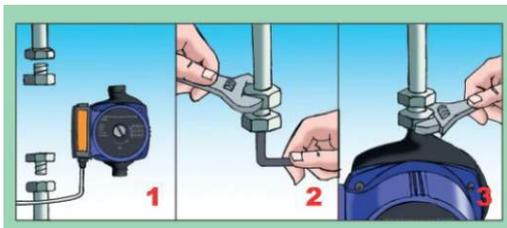

Рис. 2 Монтаж циркуляционного насоса с резьбовым присоединением.
• Процесс монтажа резьбового циркуляционного насоса показан на рис.2